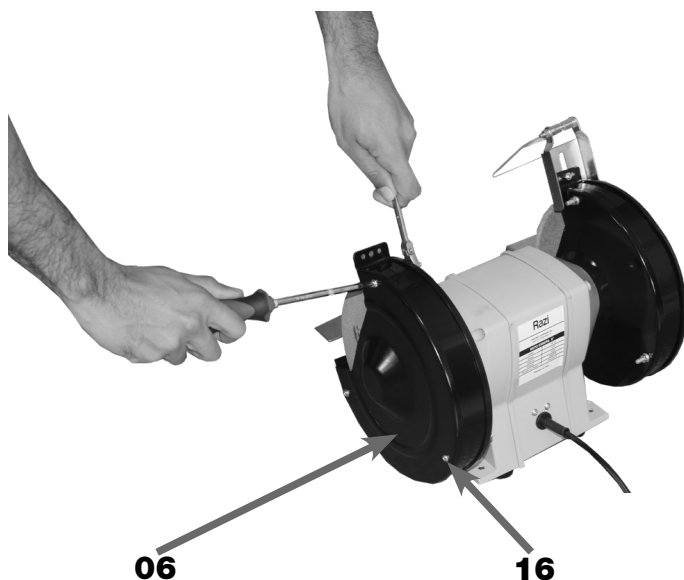
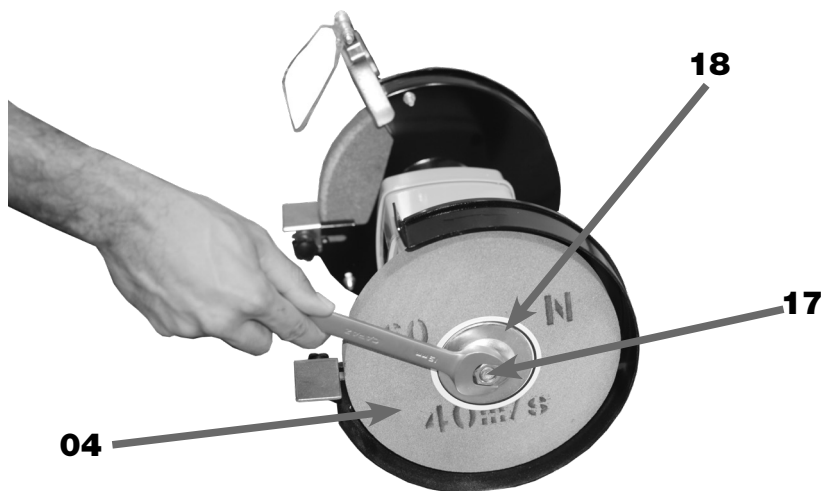
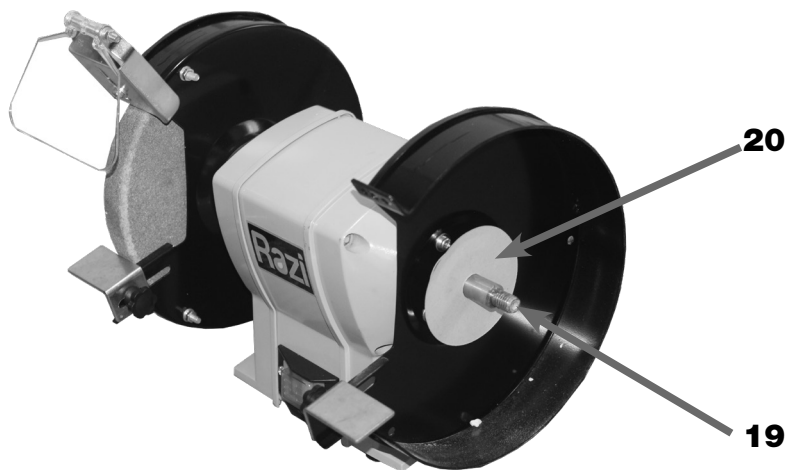

FIGURA 13 – Remoção da Tampa de Proteção do Rebolo
FIGURA 14 – Remoção do Rebolo
FIGURA 15 – Flange Interna
1. DESCONECTAR o Plugue de Alimentação (12) da Rede Elétrica do usuário;
2. RETIRAR o Suporte da Proteção Frontal (14) com o auxílio de uma Chave Phillips e uma Chave Fixa 8 mm (Figura 13);
3. RETIRAR os 3 Parafusos de Fixação da Tampa (16) com o auxílio de uma Chave Phillips e uma Chave Fixa 8 mm (Figura 13);
4. RETIRAR a Tampa de Proteção do Rebolo (06);
5. RETIRAR a Porca de Fixação do Rebolo (17) (figura 14);
6. RETIRAR a Flange Externa (18);
7. RETIRAR o Rebolo (03) ou (04) do Eixo (19) (figura 15);
8. VERIFICAR a posição da Flange Interna (20) (figura 15);
9. COLOCAR o novo Rebolo (03) ou (04) no Eixo (19);
10. COLOCAR a Flange Externa (18) (figura 14);
11. COLOCAR e APETAR a Porca de Fixação do Rebolo (17);
12. VERIFICAR se o Rebolo (03) ou (04) gira normalmente;
13. COLOCAR a Tampa de Proteção do Rebolo (06) fixando os 3 Parafusos de Fixação da Tampa (16) (figura 13);